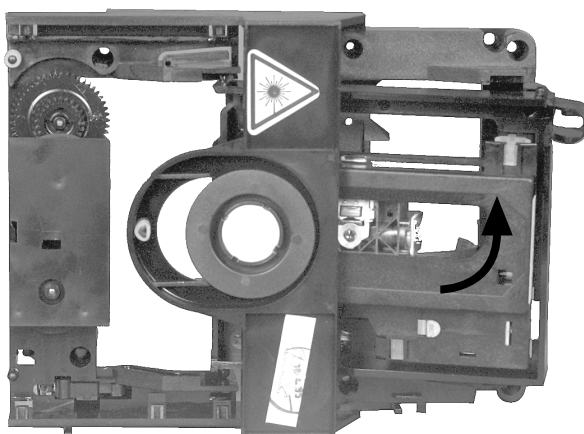

Fig. 12
- Der Schlitten kann jetzt an der rechten Seite angehoben und danach ausgehängt werden (Fig. 12, 13).
- The sled can now be lifted on the right side and can be removed (Fig. 12, 13).